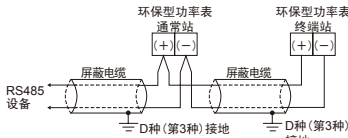

图1
- (1) 必须在环保型功率表的RS485系统上设定一个终端站。(图1)
另外, 请勿与其他接地线共用接地线。(图1)